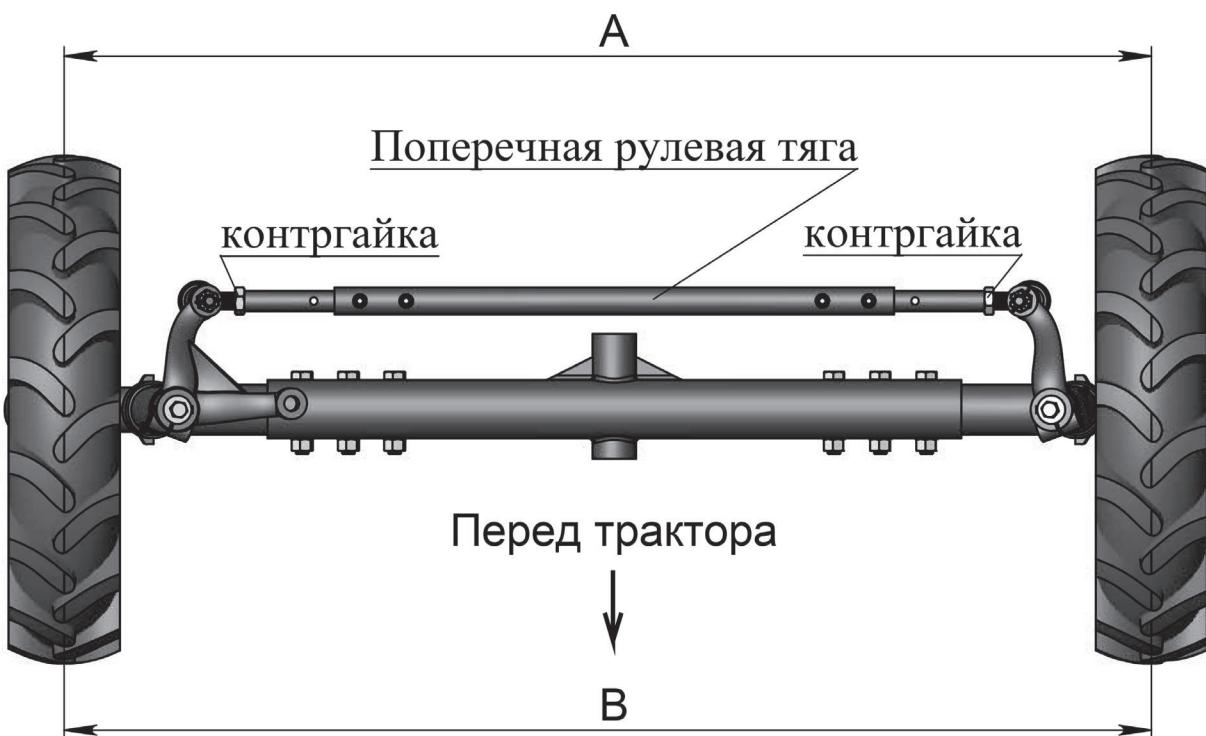

Рис. 14. Регулировка схождения передних колес
2. Измерьте переднее и заднее расстояния между двумя колесами на высоте их центров (A, B, Рис. 14).